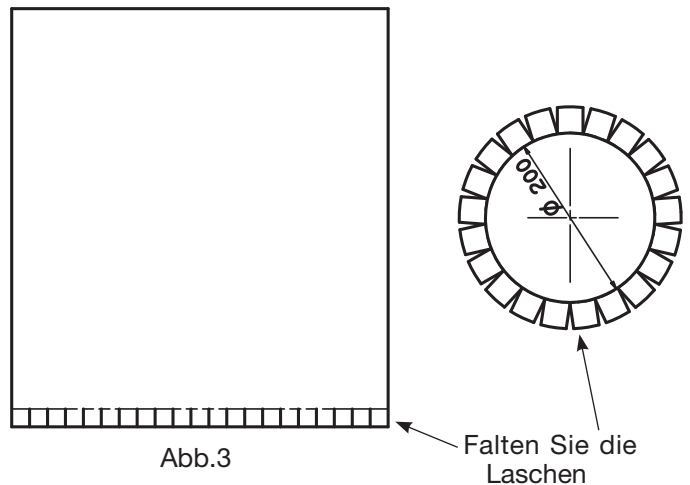

Abb.3
- Falten Sie die Flügel der mitgelieferten Plastikfolie (Abb.3).